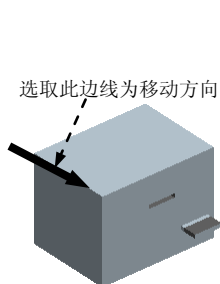

图 13.17 移动滑块后的状态
Step2. 开模步骤 1：移动滑块。输入要移动的距离值 30，结果如图 13.17 所示。